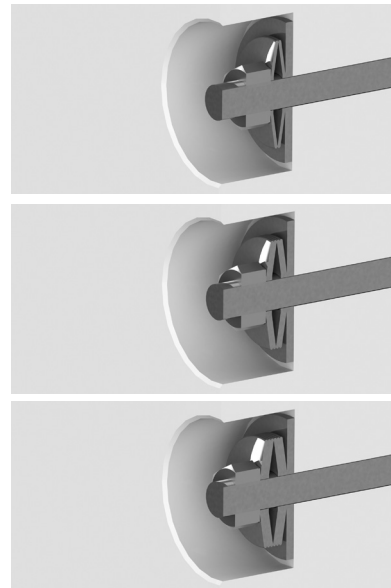

Abbildung 6
Setzen Sie die U-Scheiben auf die Haltestifte (7). Positionieren Sie die U-Scheiben gemäß der Beispielzeichnung auf (Abbildung 6).